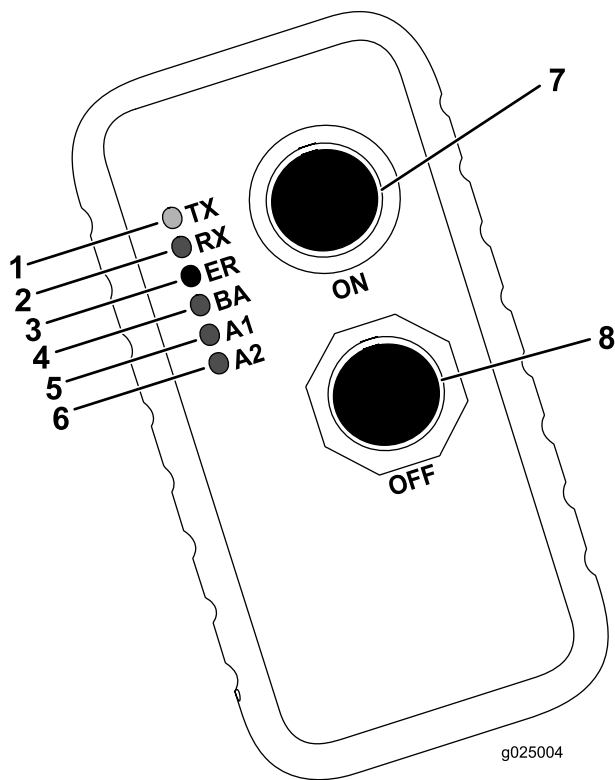

Figure 61
Le tableau suivant énumère les divers états des témoins de la télécommande manuelle (Figure 61) et leur signification :
4. Appuyez simultanément sur les boutons de verrouillage (OFF) et déverrouillage (ON) (Figure 61).
5. Maintenez enfoncés les boutons ON et OFF jusqu'à ce que le témoin d'émission (TX) vert se mette à clignoter (Figure 61).
6. Mettez la machine en marche tout en maintenant les boutons de verrouillage (OFF) et déverrouillage (ON) enfoncés (Figure 61).
7. Relâchez les boutons ON et OFF (Figure 61).